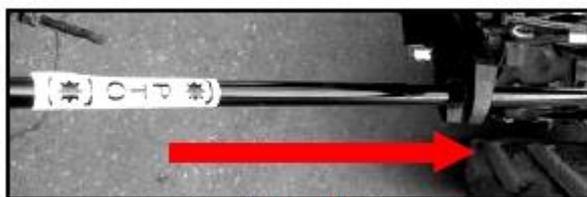

FIGURE 10
- ③ Relâchez la poignée d'embrayage pour qu'elle soit libre
- ④ Demarre le moteur
- ⑤ Appuyez sur la tige de commande de sortie du moteur de PDF (voir figure 10)